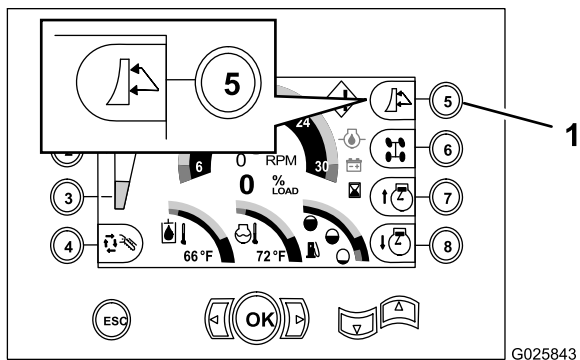

Рисунок 54
1. Переключите машину на режим работы отвалом обратной засыпки, нажимая кнопку 5 на центре управления до тех пор, пока не появится значок отвала обратной засыпки (Рисунок 54).